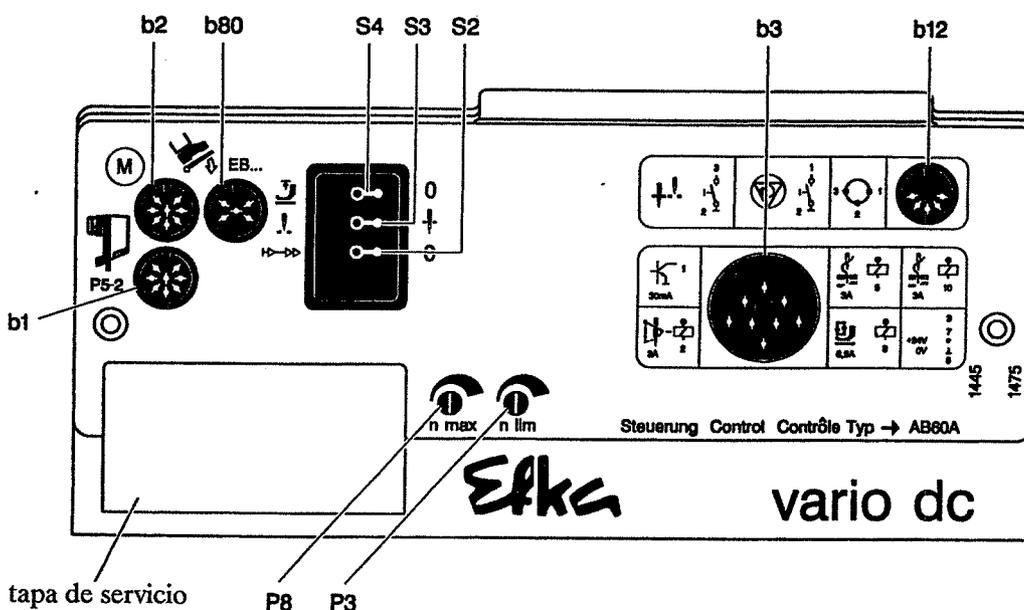

Fig. 1
**Fuera de la tapa de servicio** (véase la fig.1 pág.3)